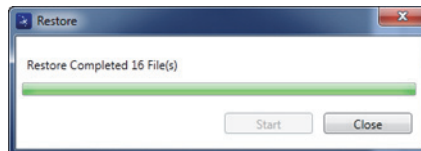

Abbildung 6-36 Dialogfeld Restore nach Beendigung des Rückspeicherns
6. Wenn alle Daten fertig rückgespeichert sind, klicken Sie auf die Schaltfläche **Close** (siehe Abbildung 6-36 auf Seite 356).